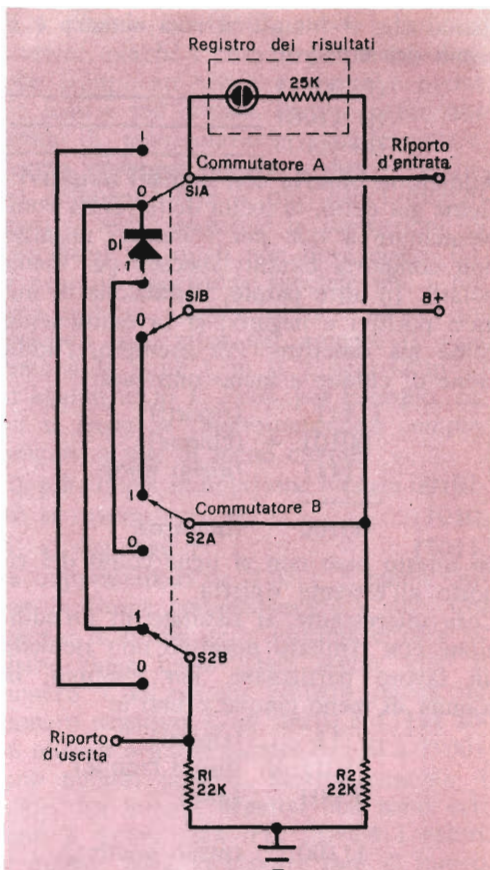

Fig. 1 - Il circuito addizionatore base a un bit mostra come funziona l'addizionatrice binaria che viene descritta in questo articolo.
Nella fig. 1 è riportato il circuito usato per eseguire l'addizione binaria delle cifre incolonnate in due addendi (A e B). Ciascuna cifra è rappresentata da un commutatore a 2 vie e 2 posizioni ed il risultato viene indicato da una lampadina al neon. Per capire il funzionamento di questo circuito, ci riferiamo alla Tabella 3 (Tabella di verifica).
Usando questa tabella si vedrà come il circuito della fig. 1 esegua l'addizione binaria, come cioè il "Risultato" e il "Riporto d'uscita" (colonna 7) si formino esattamente per tutte le combinazioni delle cifre binarie incolonnate nei due addendi e del riporto d'entrata.
**Generazione del risultato** - Come si vede nella fig. 1 i commutatori S1B e S2A collegano il positivo dell'alimentazione (B+) al lato destro della lampadina al neon quando i commutatori sono in posizioni opposte. Se non sono in posizioni opposte, il resistore R2 mantiene il lato
Esaminando la *fig. 1* si vede che la prima condizione è soddisfatta dai commutatori S1A e S2B, i quali collegano il terminale del "Riporto d'uscita" al terminale del "Riporto d'entrata" ogni volta che questi commutatori sono in posizioni opposte; la seconda condizione è soddisfatta dal diodo D1, il quale conduce la tensione d'alimentazione B+ al terminale del "Riporto d'uscita" quando entrambi i commutatori (S1 e S2) sono in posizione 1; la terza condizione è soddisfatta lasciando al potenziale di massa il resistore R1.